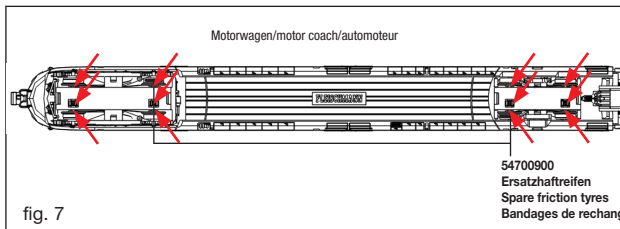

fig. 7
**Ölen:** Geölt wird das Getriebe nur an den gekennzeichneten Lagerstellen (fig. 7). Nur FLEISCHMANN-Öl 6599 verwenden. Nur ein kleiner Tropfen pro Schmierstelle (→) sonst Überölung. Zur Dosierung ist in der Verschlusskappe der Ölfasche angebrachte Nadel verwenden.
**Lubrication:** The the gear-train should only be oiled at the bearing points marked (fig. 7). Only use FLEISCHMANN oil 6599. Only put a tiny drop in each place (→), otherwise it will be overoiled. An applicator needle is located in the cap of the oil bottle for use.
**Graissage :** Il faut huiler les engrenages uniquement aux endroits indiqués (fig. 7). N'utilisez que l'huile recommandée FLEISCHMANN 6599. Une seule goutte par point à lubrifier (→) afin d'éviter tout excès. L'aiguille montée dans le bouchon du petit flacon convient parfaitement à cet usage.